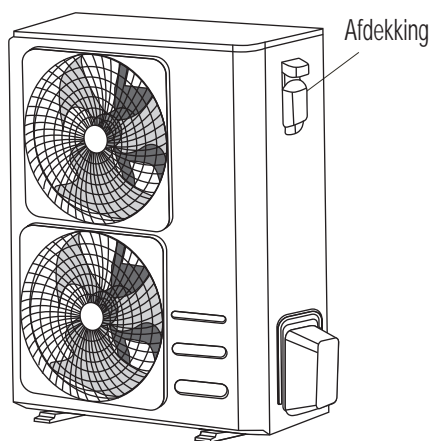

Fig. 12.1
2. Verwijder de elektrische afdekking van de buitenunit (zie Fig. 12.1)